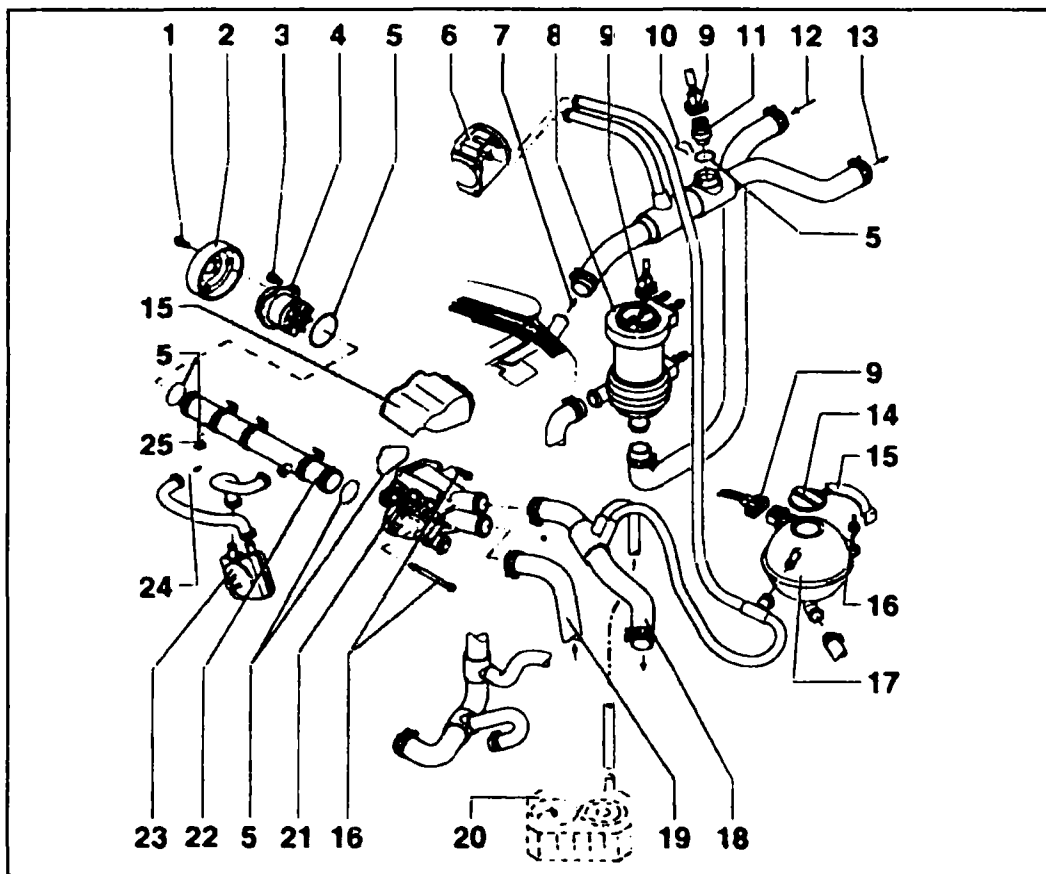

Рис. 4.12 Шланги системы охлаждения
- ◆ У двигателя 2.8 л отверните пробку 25 (см. рис. 4.12) на трубке системы охлаждения.